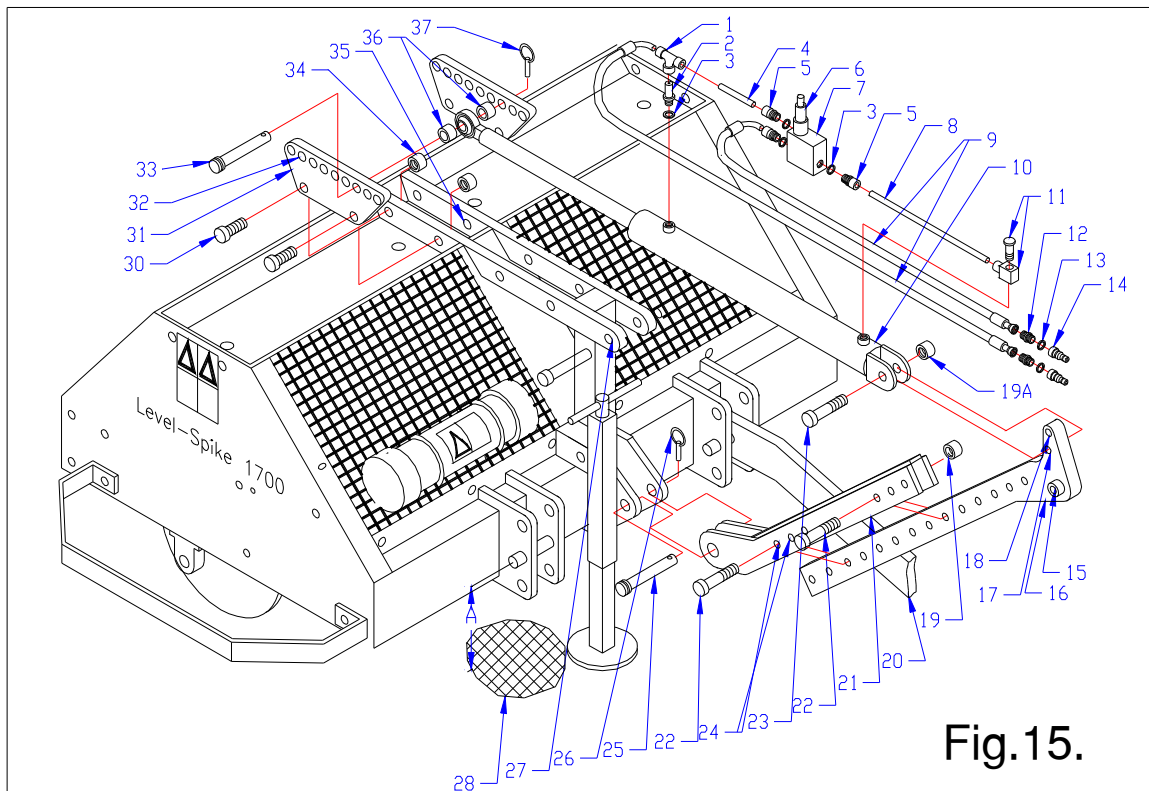

Fig.15.
12.6 GEWICHTSÜBERTRAGUNGSSATZ, siehe Abb. 15.
Montieren Sie die Komponenten am Hydraulikzylinder (siehe Abb. 15). Der Durchflußbegrenzer 2 wird in den Hydraulikzylinder 10 geschraubt. Verwenden Sie die Kupferscheibe 3. Bringen Sie unter Verwendung der Unterlegescheiben 3 alle drei Verbindungen 5 am Druckentlastungsventil 7 an. Schieben Sie die Rohre 4/8 vollständig in die Verbindungen 5, das T-Stück 1 und die Schraubverbindung 11. Bringen Sie das Ganze auf den Zylinderanschlüssen an. Ist alles angebracht, ziehen Sie sämtliche Verbindungen an, wobei das Ventil 7 senkrecht nach oben gehalten werden muß. Als nächstes können die Schläuche 9 an den Verbindungen 1 und 5 angeschlossen werden. Am anderen Schlauchende sitzt ein Gewindenippel 12, auf dem eine Schnellkupplung 14 angebracht werden kann. Hierzu muß eine Kupferscheibe 13 als Dichtung angebracht werden. Ist alles dicht, so ist der Hydraulikzylinder betriebsbereit.
Setzen Sie die symmetrischen Platten 31 mit den Bolzen 30 und Muttern 34 auf die Standardlöcher 35 der Maschine (siehe Abb. 15).